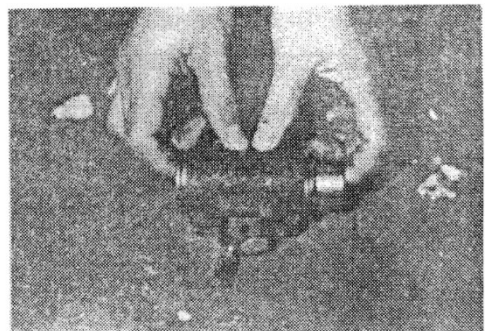

Fig. 9-23
(7) Retire la funda del cilindro de funcionamiento y empuje todas las piezas fuera del cilindro. (Fig.9-23)